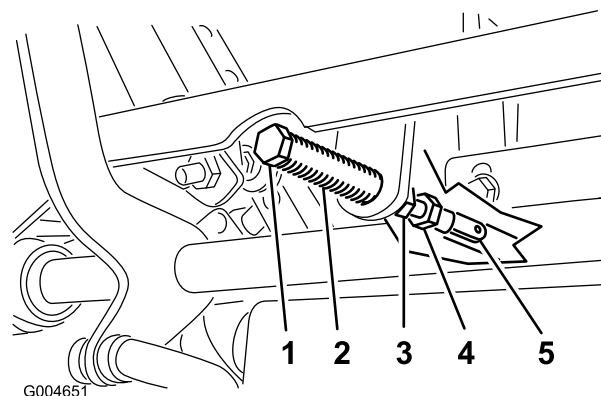

Figure 56
5. Tirez-le ensuite en arrière jusqu'à ce que l'axe de chape (situé sur un bras au-dessus de l'axe de pivot) touche l'extrémité de l'encoche (c.-à-d. commence juste à appuyer sur le ressort), comme montré à la Figure 56.